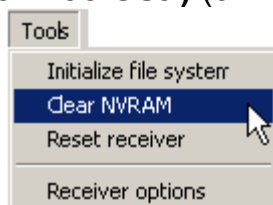

Рисунок 5-17. Очистка NVRAM с помощью PC-CDU
2. Выберите пункт меню **Tools > Clear NVRAM (Инструменты > Очистить энергонезависимое ОЗУ)** (см. рис. 5-17)